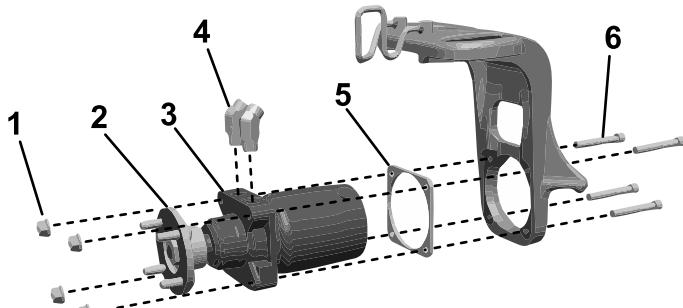

図 5
- キャスターフォークにホイールモーターアセンブリを取り付けるための4つのネジ穴があるマシンの場合 ホイールモーターアセンブリとシムプレートをキャスターフォークに取り付けモーターとキャスターフォークの間にシムを置く、ソケットヘッドボルト $1/2 \times 3\frac{3}{4}$ "4本、およびロックナット4個で固定する。図 5